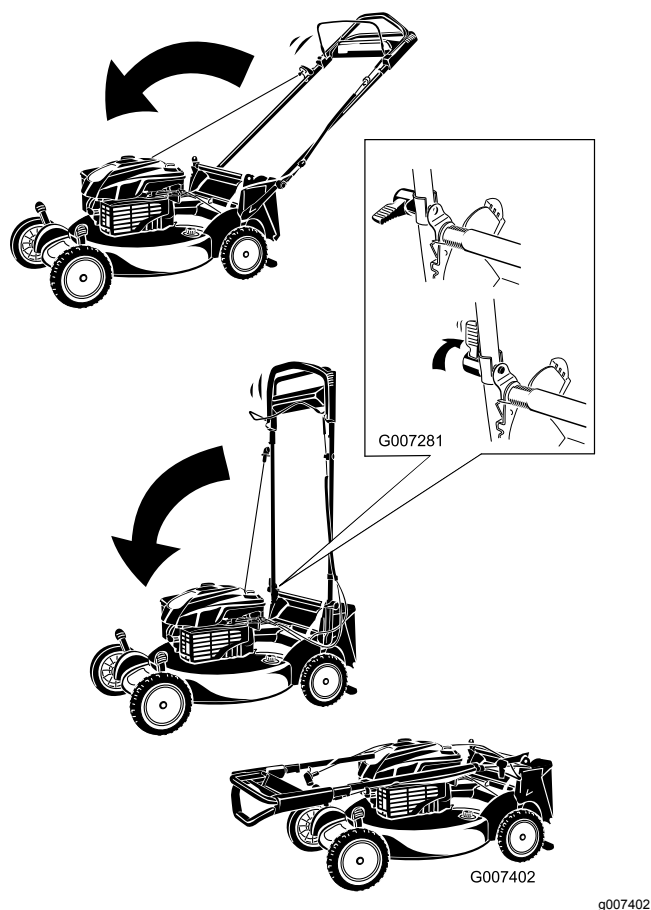

Figure 46
1. Faites pivoter le guidon en avant (Figure 46).